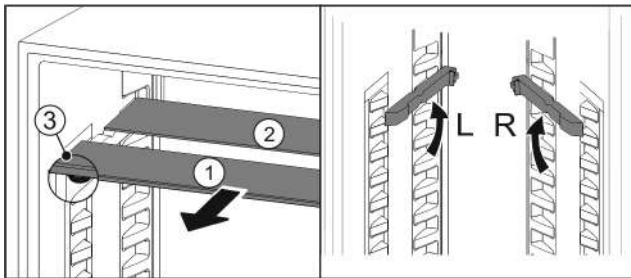

Fig. 110
- ▶ Izvucite Fig. 110 (1) staklene ploče jednu po jednu prema naprijed.
- ▷ Staklena ploča Fig. 110 (1) s ukrasnom letvicom nalazi se sprijeda.
- ▷ Zaustavljači Fig. 110 (3) su usmjereni prema dolje.